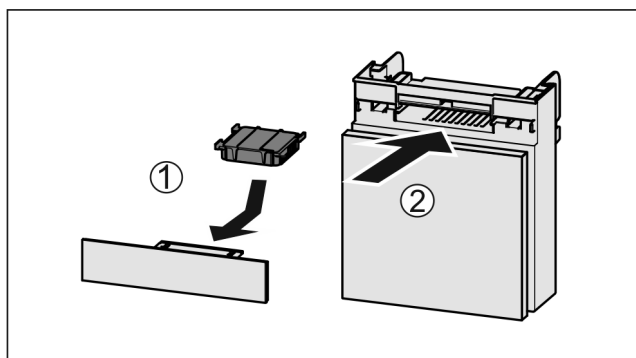

Fig. 71
- ▶ Вставити фільтр з активованого вугілля за малюнком Fig. 71 (1).
- ▶ Вставити відділення Fig. 71 (2).